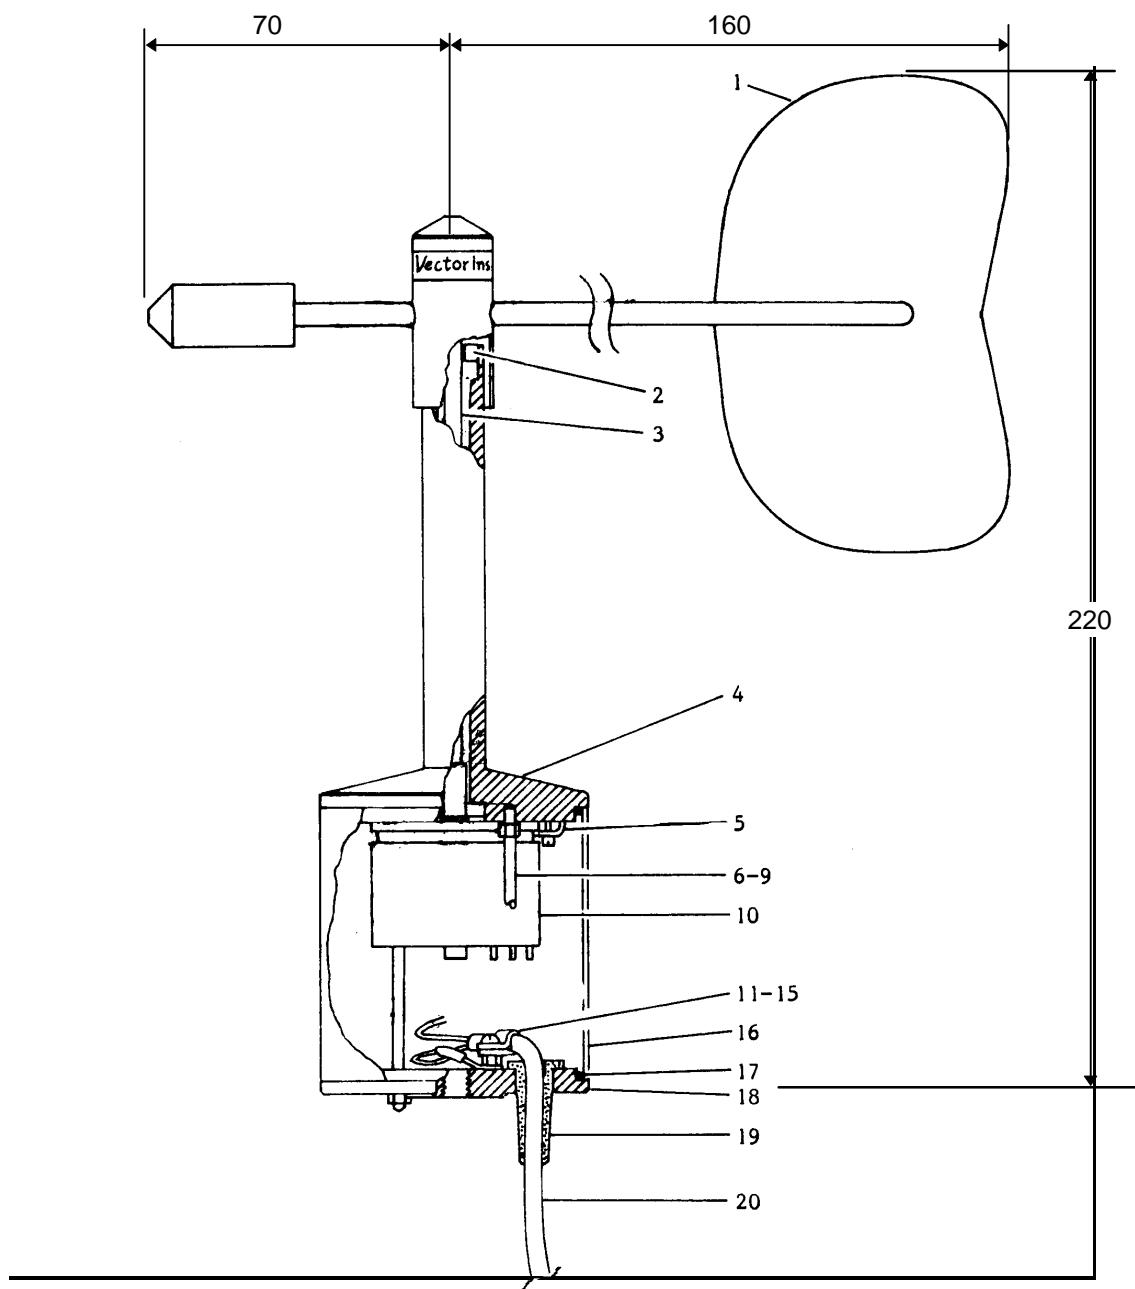

Figure 3 : Girouette W200P — Vue générale
| Figure 3 : Girouette W200P — Vue générale..... | 9 |
3. Référez-vous à la Figure 3 (p 6). Dévissez les écrous qui tiennent l'embase (18) avec une clé de 5,5 mm AF (5 BA), tirez l'embase ainsi que le corps du tube (16) et dessoudez les fils du potentiomètre (10).
4. Enlevez les trois clips de montage et enlevez le potentiomètre toujours attaché à l'axe (3).
5. Mettez en place le nouveau potentiomètre + axe, s'ils ont été obtenus déjà assemblés. Sinon, tenez doucement l'axe avec une pince, dévissez l'ancien potentiomètre et vissez alors le nouveau potentiomètre. Attachez le potentiomètre à une base rigide et vérifiez la concentricité de l'axe à l'aide d'un étalon DTI. Ajustez le en le tordant légèrement si nécessaire afin d'obtenir une concentricité de $\pm 0,05\text{mm}$ (0,002"). Remettez le potentiomètre en place sur le support du haut (4), et serrez les clips de montage.
10. Enlevez la flèche de la girouette et vérifiez que l'axe ne touche pas les roulements à bille du haut (2) lorsqu'elle tourne.
11. Pour la mise en place définitive, mettez du silicone qui ne sèche pas autour des pivots (6) et remettez en place les rondelles (8) et les écrous (9). Enlevez le surplus de silicone.